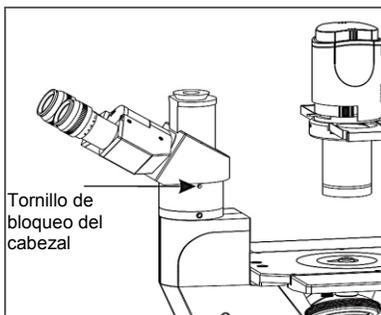

Fig. 11
1. Aflojar el tornillo de bloqueo del cabezal con una llave Allen de 2.0 mm (provista con el microscopio) hasta una posición en la que no se salga. Véase la Fig. 11.